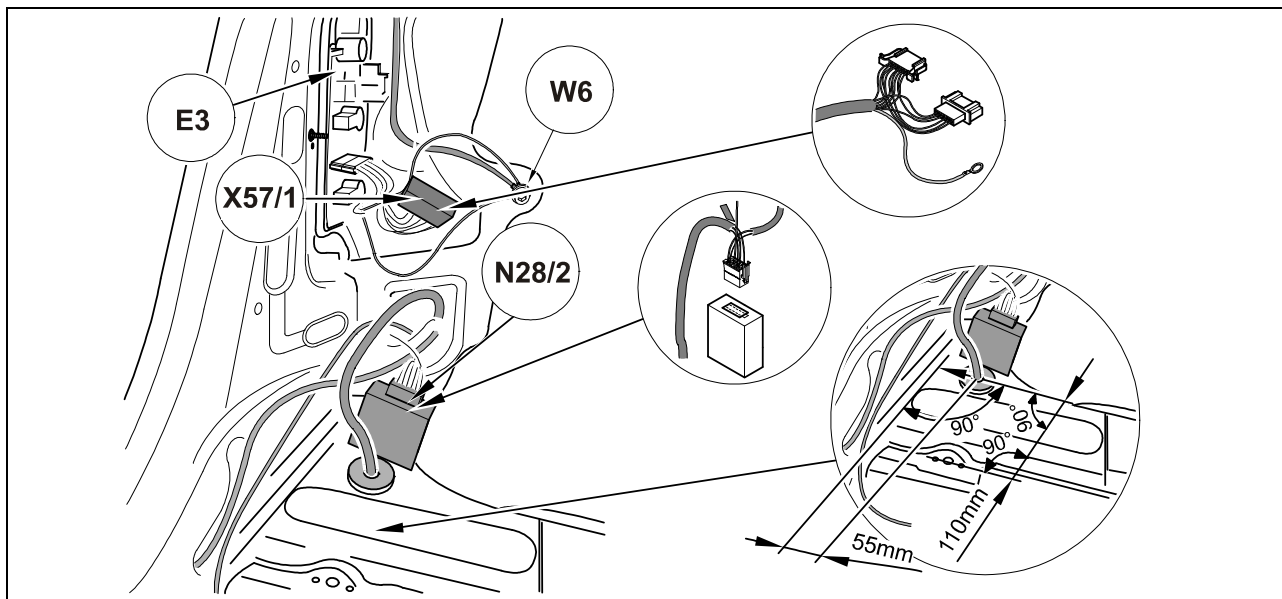

Fig. 4: Conectores
3. Quitar el tapón obturador del orificio de paso para cables (1). En vehículos sin tapón obturador, taladrar un orificio de Ø 40 mm. ¡Observar las medidas indicadas en Fig. 4!